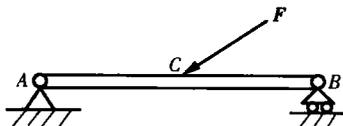

图 2-10
3. 画出图 2-10 所示杆件 AB 的受力图(AB 杆自重不计)。